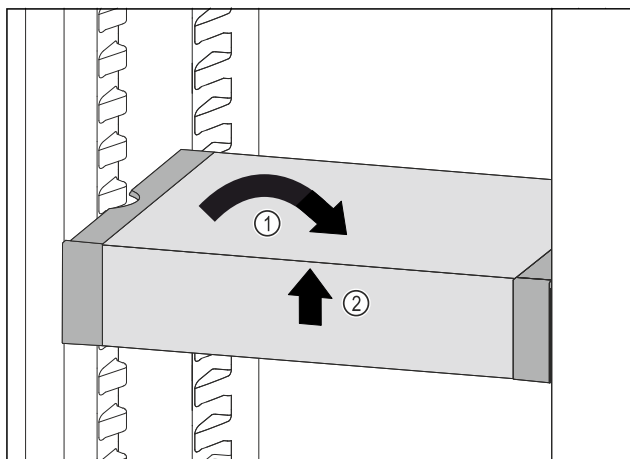

Fig. 72
- ▶ VarioSafe postavte rovně. Fig. 72 (1)
- ▶ VarioSafe vpředu zvedněte. Fig. 72 (2)